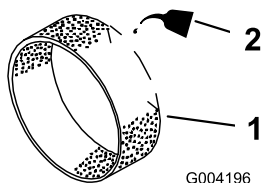

Figura 156
3. Applicate da 3 a 6 cl d'olio sul prefiltro (Figura 156).